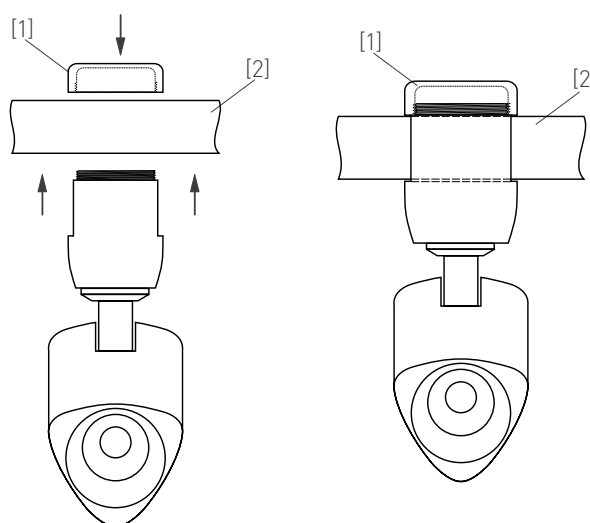

Рис. 2. Установка светильника
- Устройство крепления выполнено в виде закручивающегося фиксатора с правой резьбой, который накручивается на верхнюю часть корпуса светильника. Открутите верхнюю часть фиксатора [1] у светильника, тем самым освободив установочное пространство. Установите светильник в необходимом месте шинопровода [2] и зафиксируйте его, закрутив верхнюю часть фиксатора светильника, как показано на рис. 2.